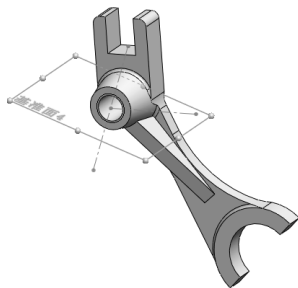

图 3-78 创建基准面
STEP 3 单击“特征”工具栏中的“基准面”按钮，捕捉**STEP 2**中绘制的倾斜中心线及其与水平中心线的交点，创建一基准面，效果如图 3-78 所示。